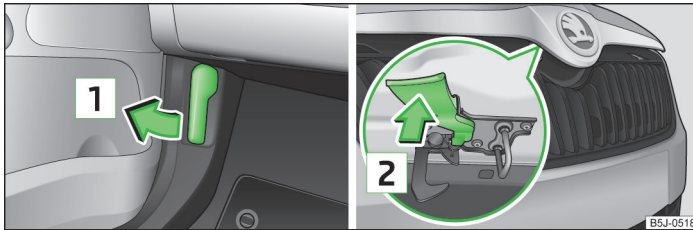

Abb. 126 Entriegelungshebel für Motorraumklappe / Kühlergrill: Entriegelungshebel
➤ Am Entriegelungshebel unterhalb der Schalttafel **1** ziehen » Abb. 126.
- Den Entriegelungshebel in Pfeilrichtung **2** drücken » Abb. 126, die Motorraumklappe wird entriegelt.